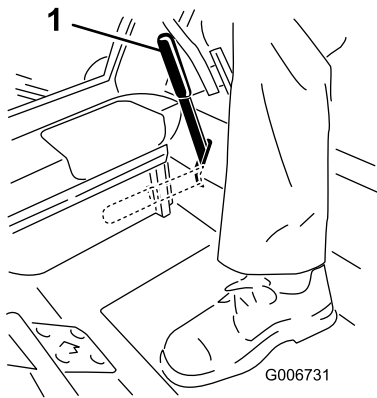

Figure 41
2. Tirez le frein de stationnement vers le haut et l'arrière pour le serrer (Figure 41). Une fois serré, le frein de stationnement ne doit plus bouger.
Poussez le levier du frein de stationnement vers l'avant et vers le bas (Figure 41) pour le desserrer.